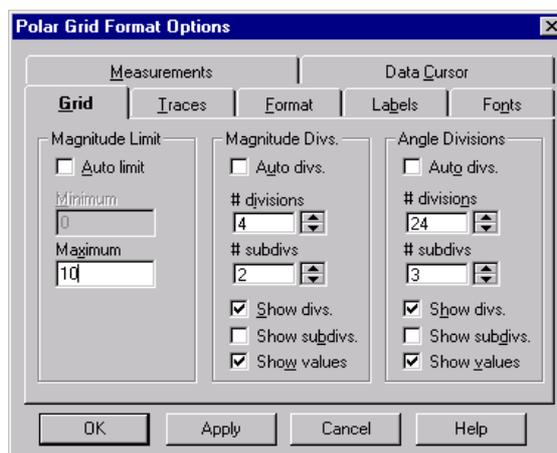

Рис. 1.15. Диалоговое окно закладки **Grid**
**Закладка Grid** - используется для установки вида и параметров полярной диаграммы (рис. 1.15):